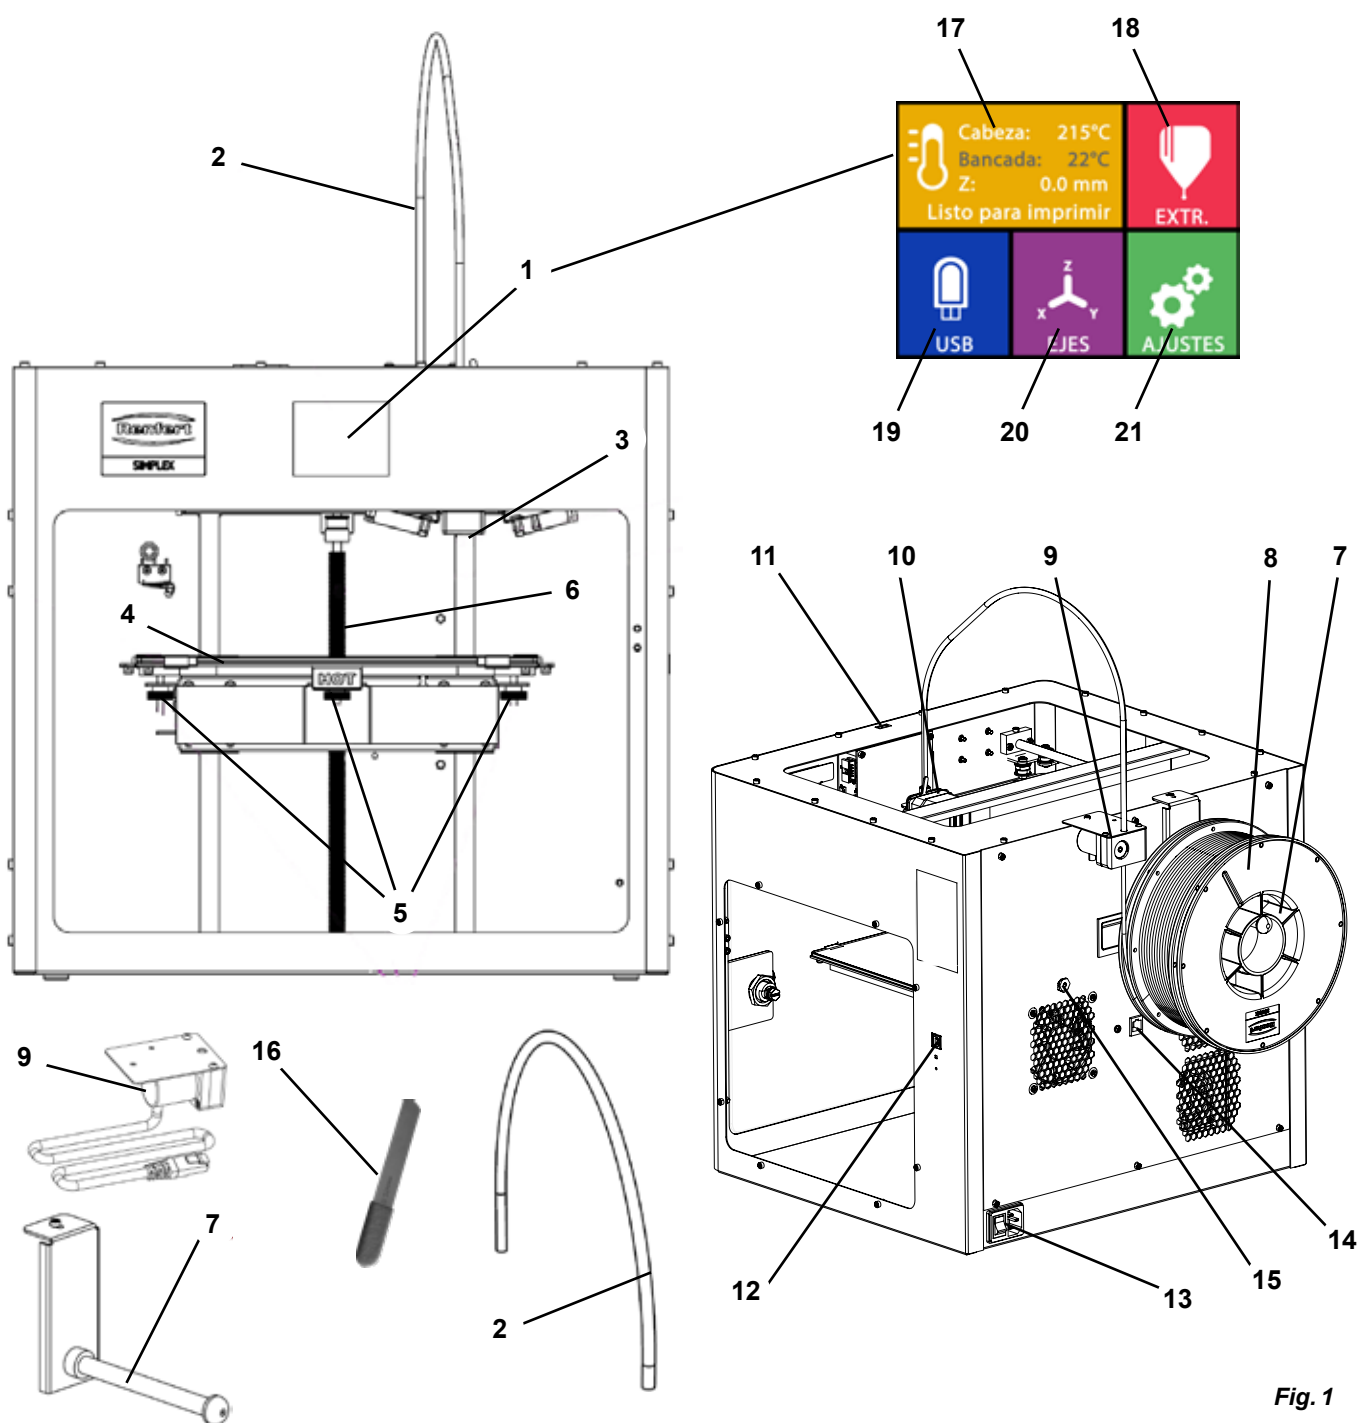

Fig. 1
- ⇒ Encienda el aparato con el interruptor de encendido/apagado (13, Fig. 1) situado en la parte posterior del mismo.